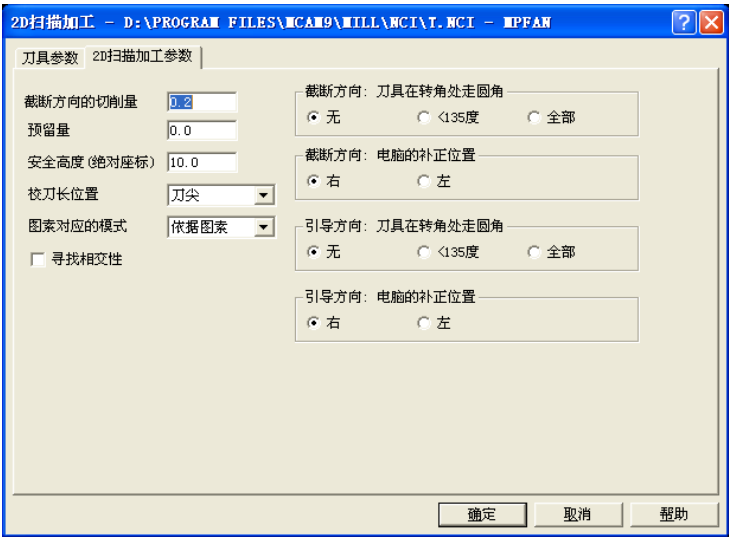
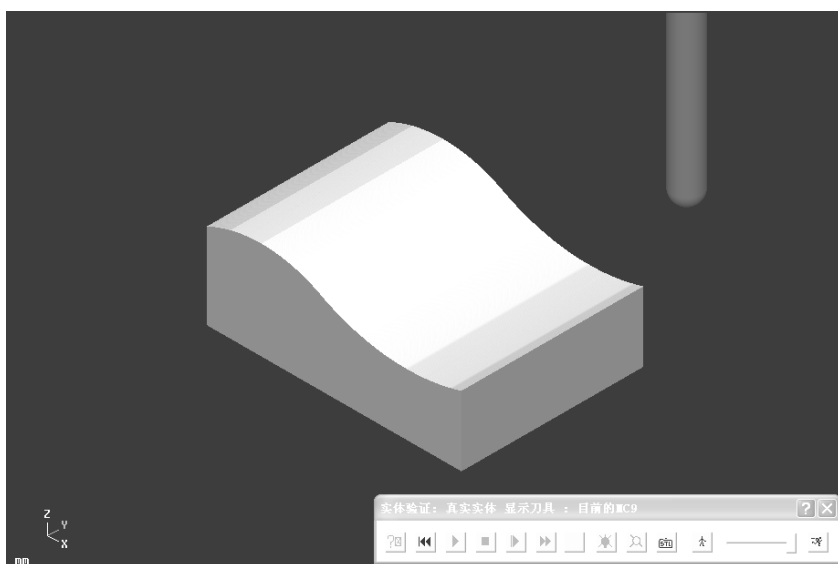

图 1-102 2D 扫描加工参数
图 1-103 2D 扫描加工实体切削验证
- 3) 在“2D 扫描加工参数”选项卡中设定截断方向的切削量：0.2，预留量：0.0，其余默认，如图 1-102 所示。工作设定 X70 Y50 Z30，工件原点 X0 Y0 Z0，实体切削验证如图 1-103 所示。将本例保存为“2D 扫描加工.mc9”文件。